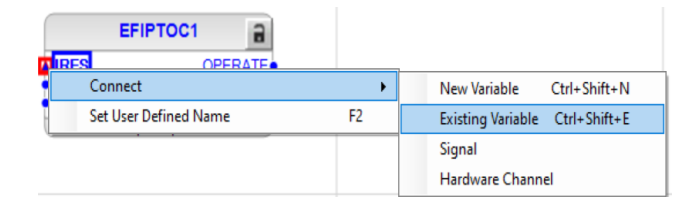

Imagen 248_ Conexión de variable existente para el puerto de entrada del bloque EFIPTOC1.
4.1.27 En el bloque “EFIPTOC1”, damos clic derecho en la entrada del bloque de protección “IRES”, seleccionamos “Connect - Existing Variable” como se observa en la **Imagen 248**.